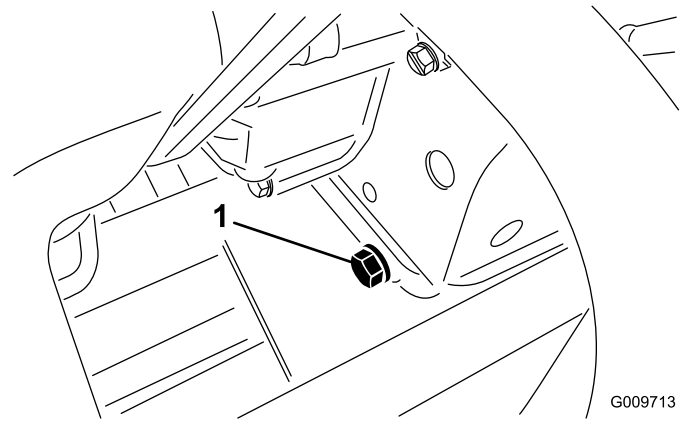

Figura 56
1. Retire el tapón de vaciado trasero (Figura 56) y deje fluir el aceite a un recipiente apropiado. Cuando el aceite deje de fluir, coloque el tapón de vaciado.